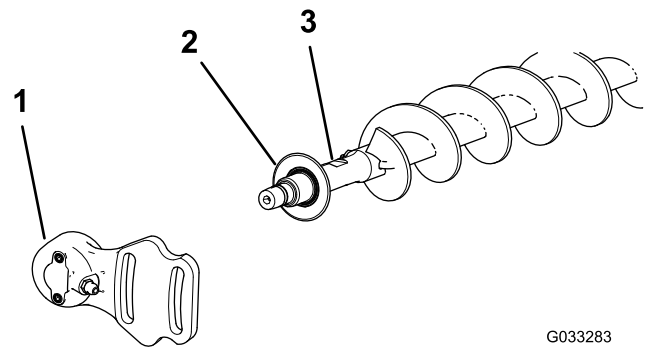
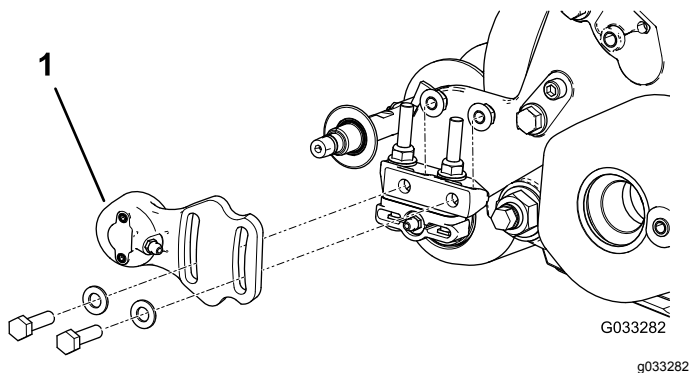

Bild 18
Bild 17
1. Wenn eine Rollenbürste an der Schneideinheit montiert ist, entfernen Sie die zwei Schrauben, Scheiben und Muttern, mit denen das nicht angetriebene Lagergehäuse an der Befestigungshalterung des Lagergehäuses befestigt ist (Bild 17 und Bild 18).
2. Schieben Sie das nicht angetriebene Lagergehäuse und die Abschlussdichtung von der Bürstenwelle (Bild 18).
9. Setzen Sie die Ausschlussdichtung und das nicht angetriebene Lagergehäuse auf die Bürstenwelle (**Bild 18**).